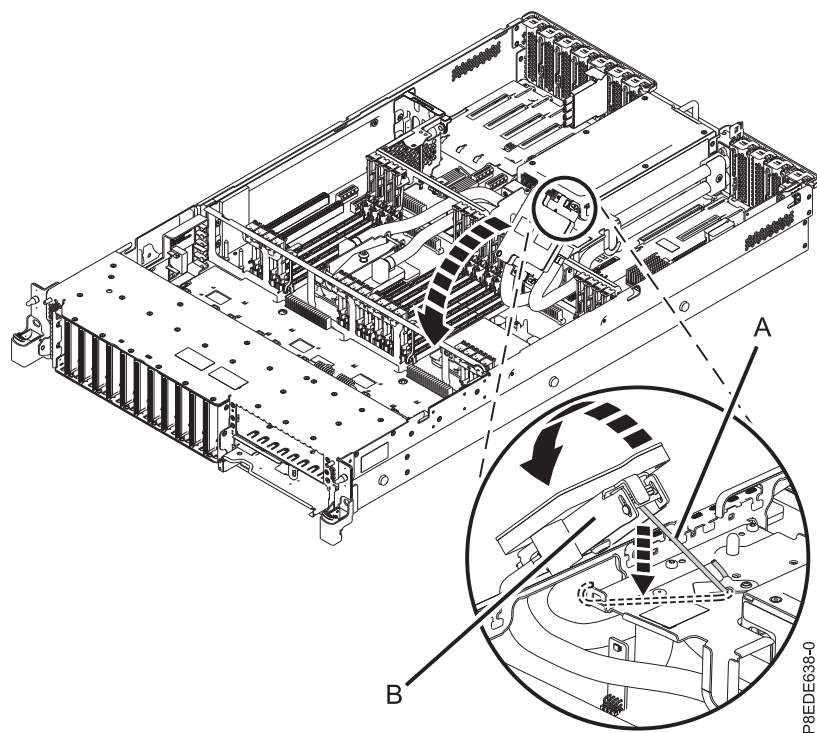

Figura 41. Alinhando a placa fria no módulo do processador do sistema
- a. Desengate a placa fria (**B**) do gancho de serviço (**A**) e cuidadosamente alinhe a placa fria no módulo do processador do sistema, como mostrado em Figura 41 na página 41.